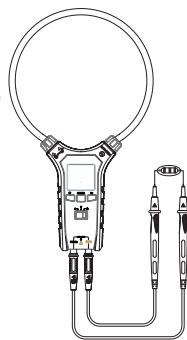

Figure 10
3. Brancher les fils de test à la résistance à tester (Figure 10) ; le multimètre choisira automatiquement la plage. L'affichage principal indiquera la valeur de la résistance.